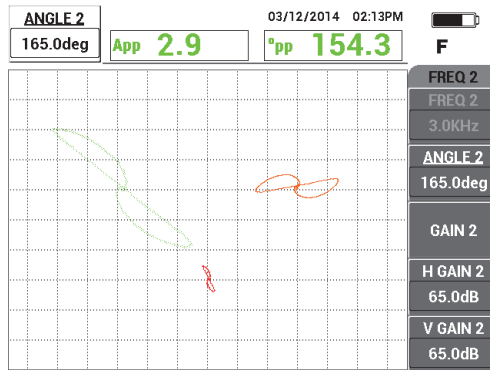

図 5-138 周波数 2 の位相の調整
- 位相キー (◁⊙) を 2 回押し、ホールの信号がほぼ垂直になるまで周波数 2 信号の位相を調整します (227 ページの図 5-138 を参照)。